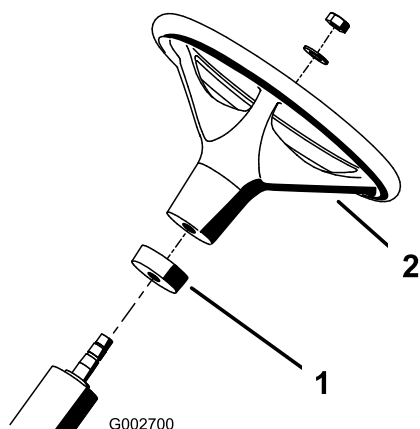

図 2
2. ウレタン・カラーを、径の小さい方からステアリング・シャフトにはめ込む（図 2）。
3. ハンドルをステアリング シャフトにはめ込む（図 2）。
4. ハンドルをステアリング・シャフトにはめ込み、ワッシャとロックナットで固定する（図 2）。ロックナットを20-26 ft-lbs (27-35 Nm= 2.8~3.6 kg.m) にトルク締めする。